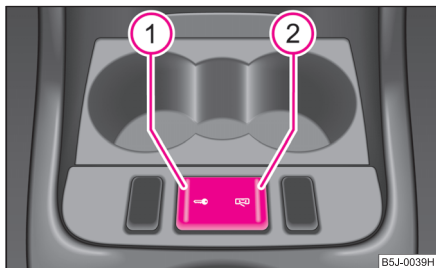

Abb. 22 Zentralverriegelungsschalter
- Drücken Sie die Taste ① ⇒ Abb. 22. Das Symbol  in der Taste leuchtet auf.
- Drücken Sie die Taste ② ⇒ Abb. 22. In der Taste erlischt das Symbol .